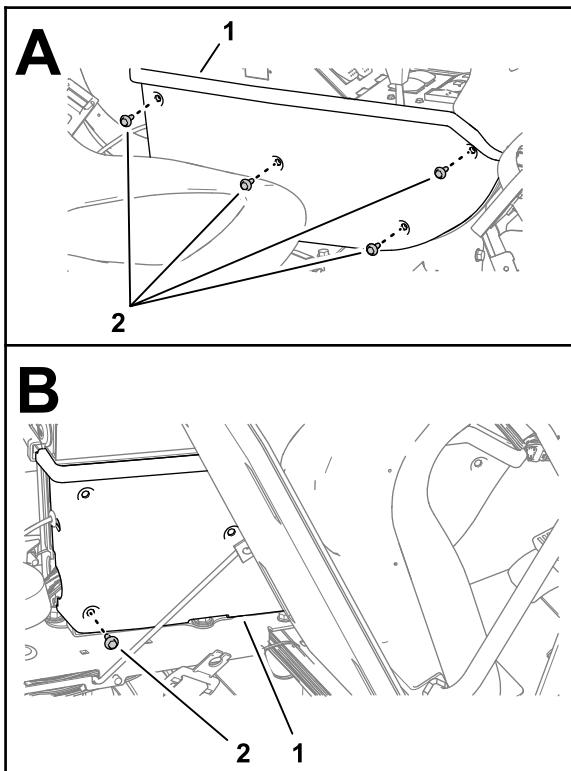

図 102
1. 図 102に示すように、センターコンソールのサイドパネルを固定している4本のフランジヘッドキャップネジ $1/4 \times 3/4"$ を取り外します。
2. シートを前方に傾けて、下後部のフランジヘッドキャップスクリューを取り外します(図 102)。